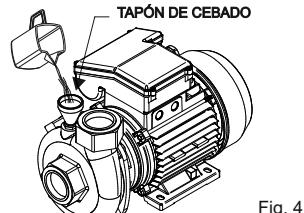

Fig. 4
- Llene de agua completamente el cuerpo bomba al igual que el tubo de aspiración a través del tapón de cebado (Fig. 4), asegurándose de que no exista ninguna junta o racord con pérdidas.